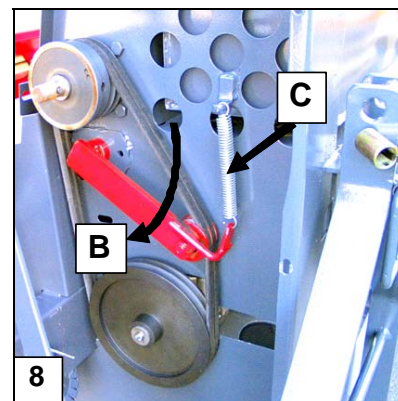

Bild 8. Spänning av kilremmar
- Då man drar i spaken A, svänger spännehjulet B ned, bild 8, och kilremmarna blir lösa. Kopplingsspaken A spärras och remmarna blir lösa.
3.4 Automatisk spänning av kilremmar, bild 8